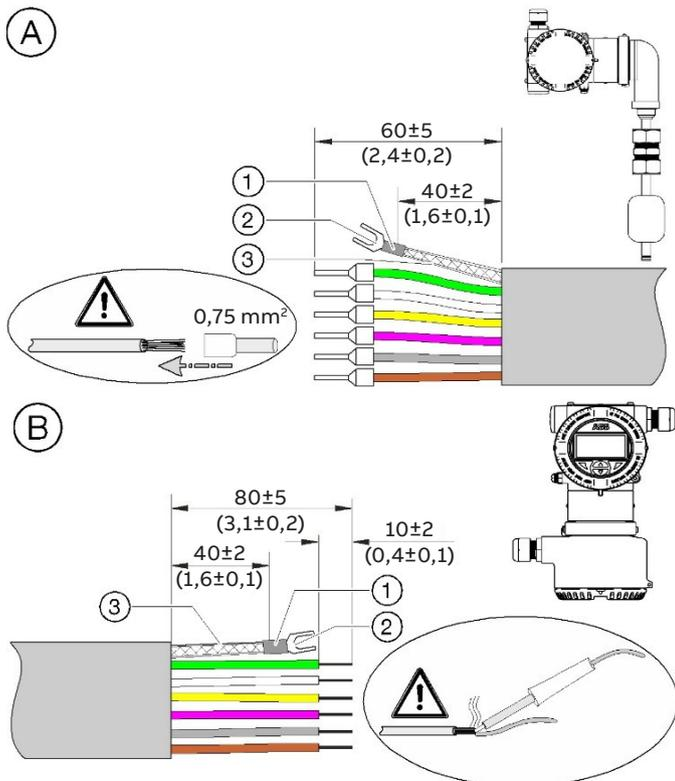

Figura 21 Dimensões do cabo de sinal em mm (polegadas)
- Remova a placa de identificação (ver Figura 21) afrouxando o parafuso de retenção localizado no canto inferior esquerdo.